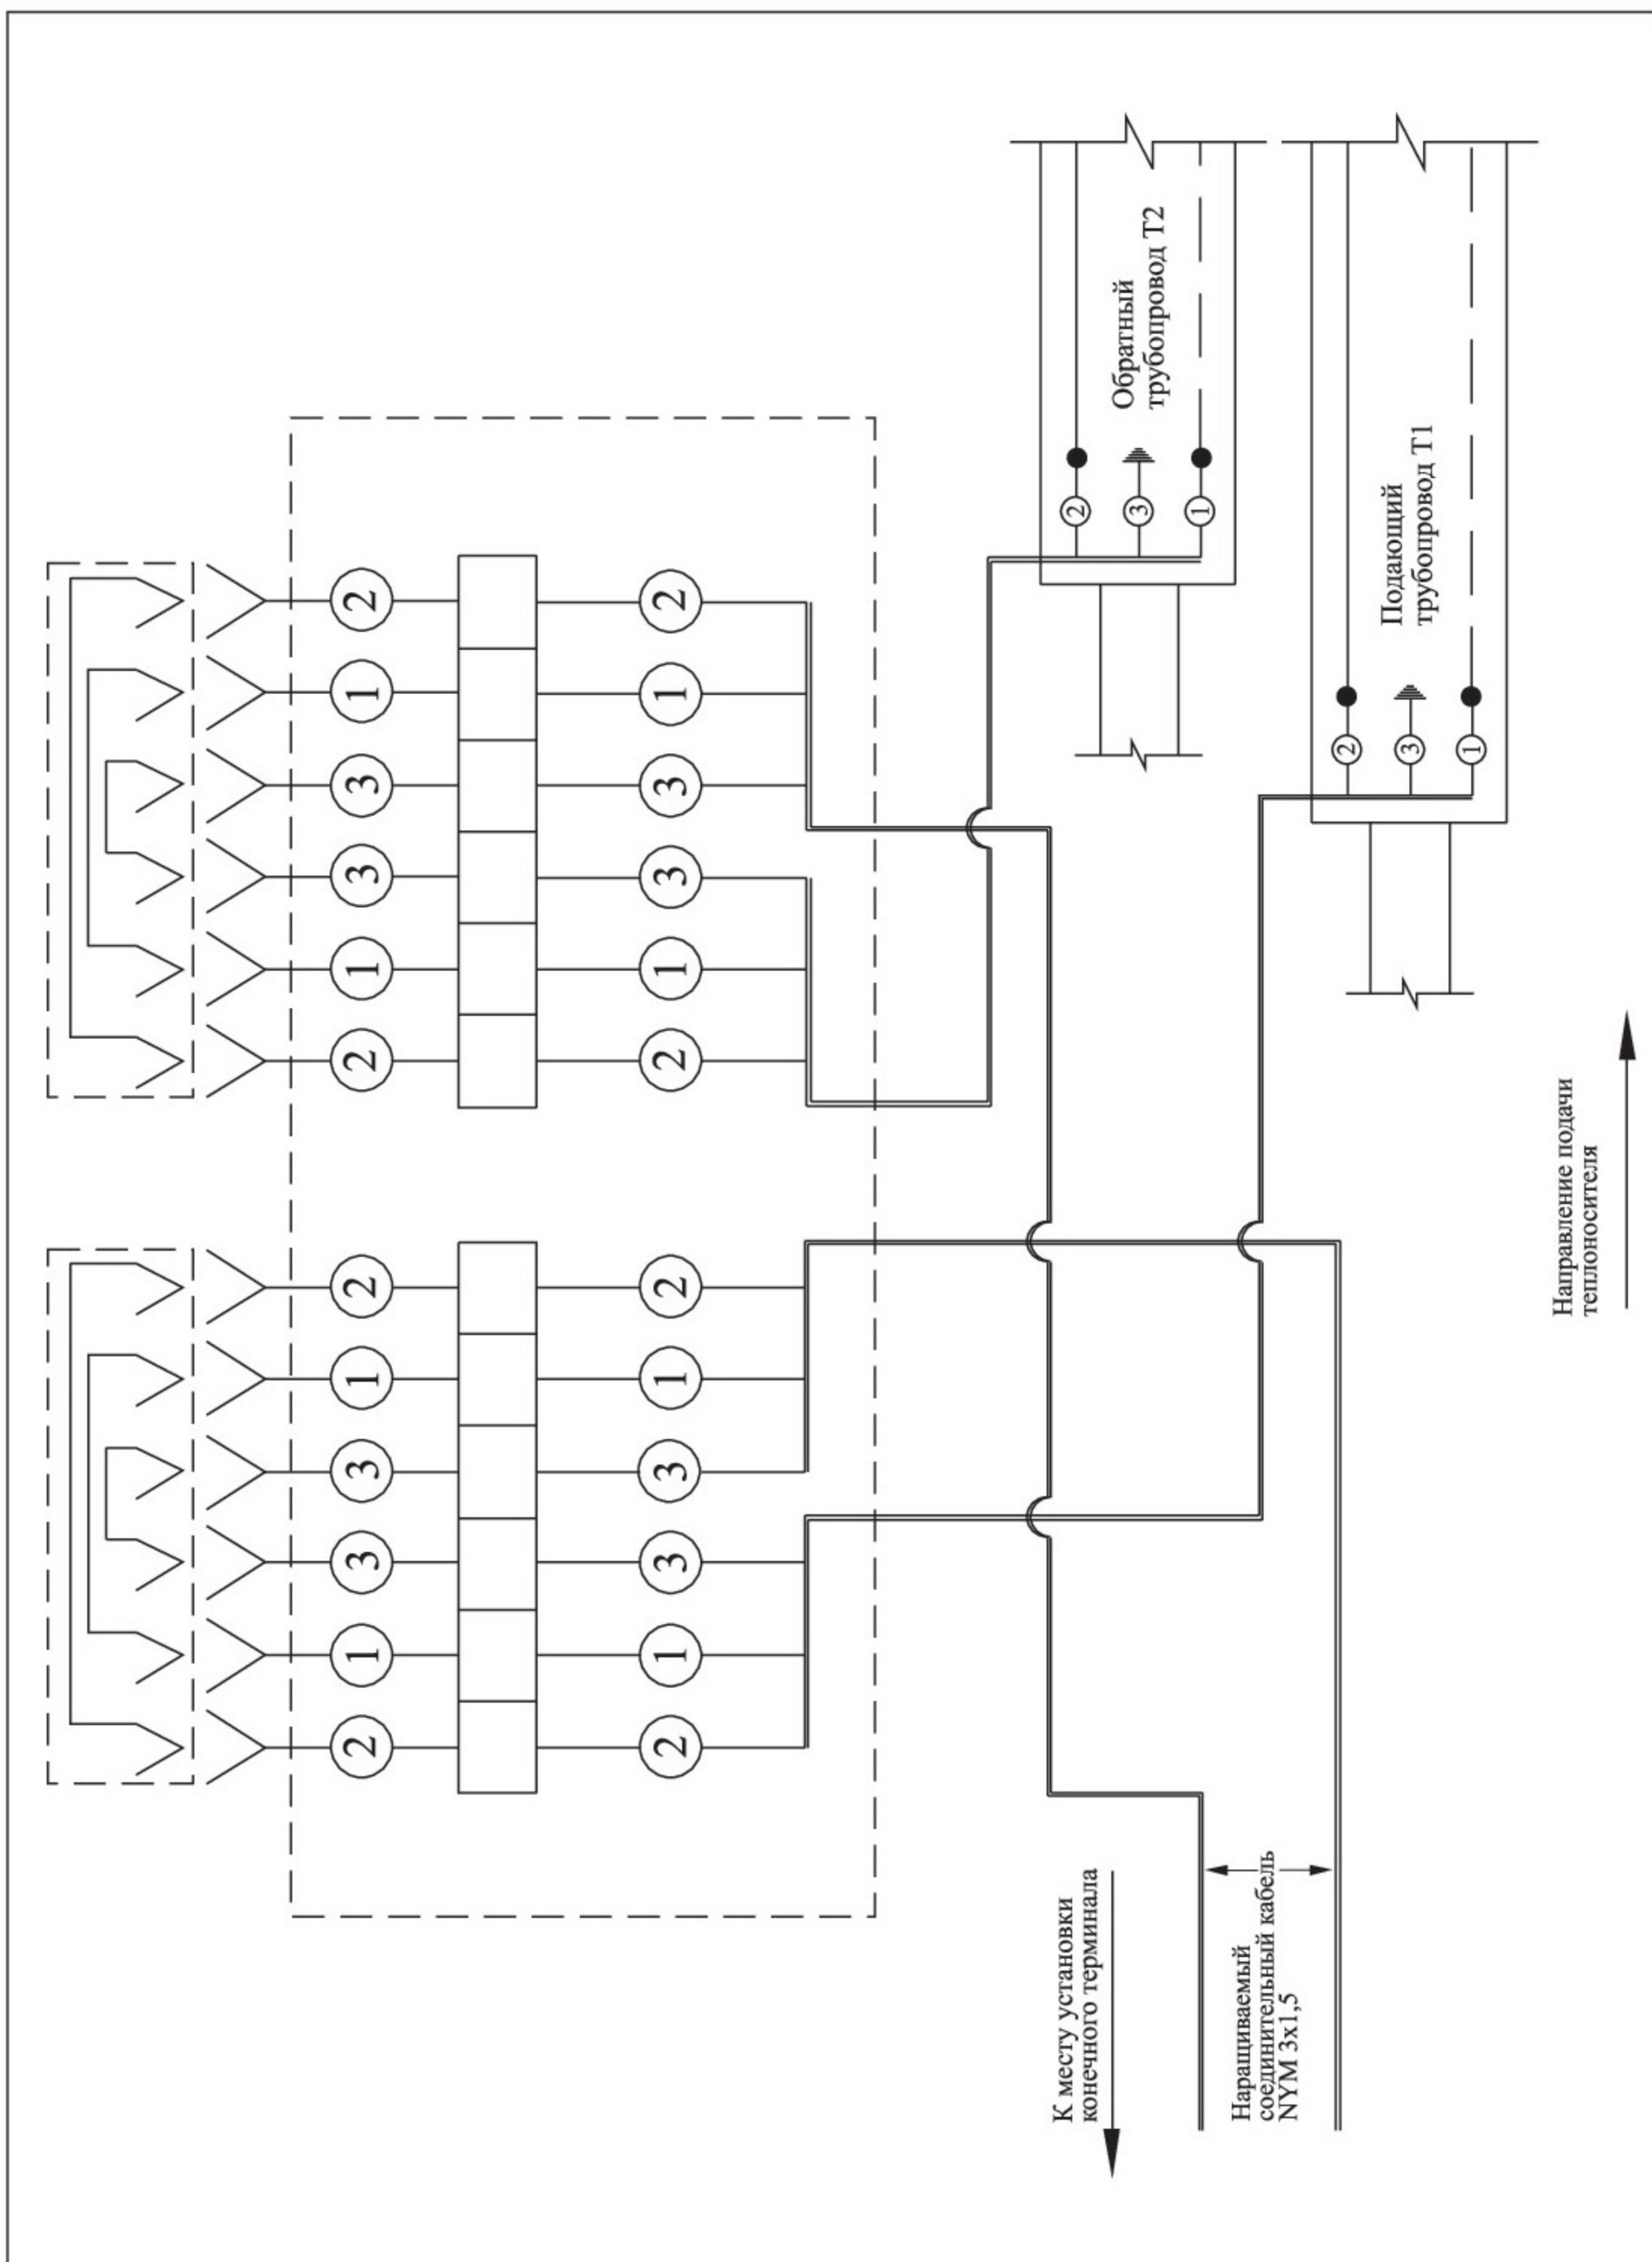

Рис. 8 Подсоединение/наращивание кабеля к двухтрубной системе ОДК
7. Для подсоединения (наращивания) кабеля к двухтрубной системе контроля, монтаж проводников внутри терминала осуществлять по электрической схеме – **Рис. 8**.